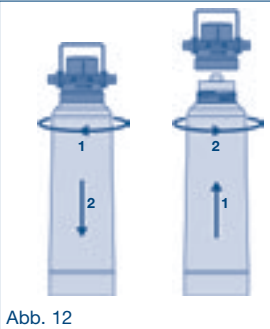

Abb. 12
- 2. Filterkerze im Uhrzeigersinn aus dem Filterkopf herausdrehen (siehe Abb. 12). Der Filterkopf lässt sich zur Vereinfachung der Filterkerzen-Demontage in der Filterhalterung um 90° schwenken.
- 4. neue Filterkerze wie in Kapitel 6.8 beschrieben installieren (siehe Abb. 12)